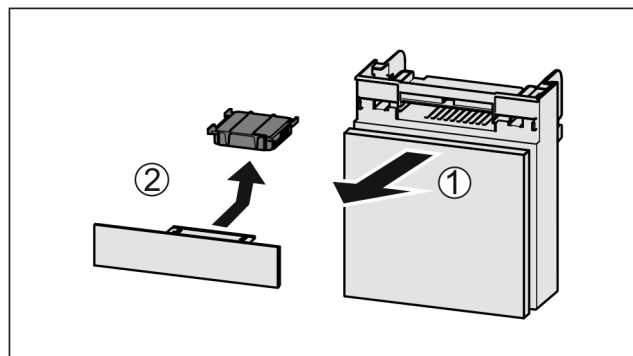

Fig. 108
- Wyciągnąć Fig. 108 (1) komorę do przodu.
- Wyjąć Fig. 108 (2) filtr z węglem aktywowanym.